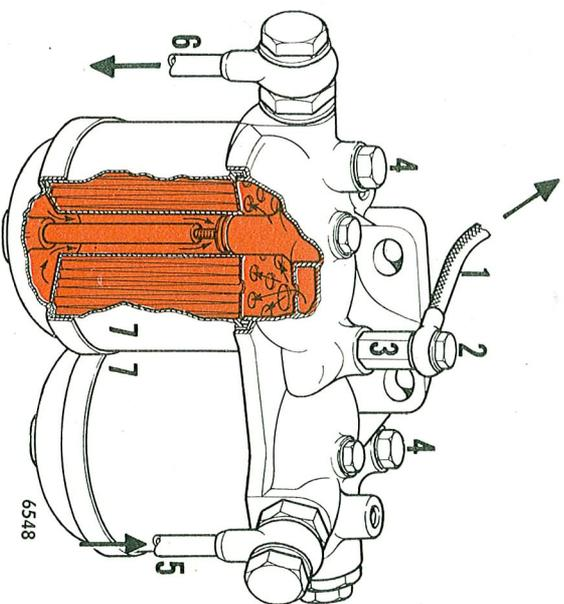

Fig. 18. Filtrage double
1. Ouvrez (un peu plus qu'un tour seulement) les vis de purge d'air du filtre fin, voyez fig. 18 et actionnez la pompe d'amorçage à la main jusqu'à ce que du carburant exempt de bulles d'air s'écoule au dehors. Fermez les vis de purge.